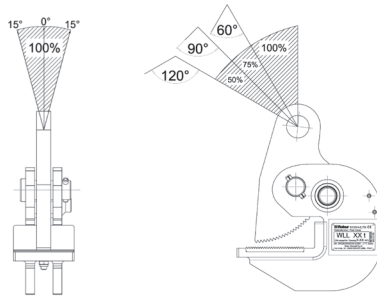

Fig. 8
**ATENȚIE:** În cazul ridicării înclinată, capacitatea de încărcare trebuie redusă conform diagramei din Fig. 8.